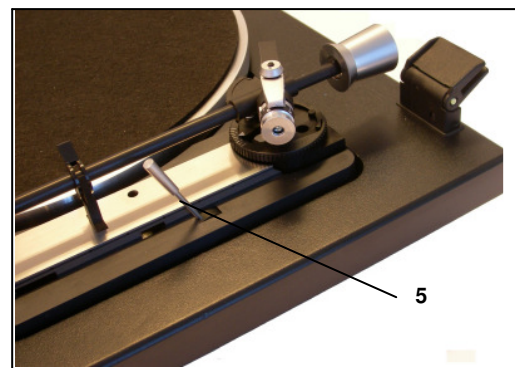

Fig.11
Mit dem Lifthebel (5) kann der Tonarm an jeder beliebigen Stelle, auch zur kurzzeitigen Spielunterbrechung, abgehoben werden. Der Plattenteller dreht sich weiter. (Fig. 11)
Bringen Sie nun den Lifthebel (5) in Stellung ∇ und führen Sie den Tonarm auf die Tonarmstütze zurück (Fig. 11)
Bring the lift-lever (5) into position **UP**. Unlock the tone arm from its rest and move it above the lead-in groove of the record. The motor and platter will now start turning. By lowering the lift-lever (5) the tone arm gently declines, thus being very kind to your precious records. With the help of the lift-lever the tone arm may be moved up and down again anywhere across the record while the platter keeps turning (Fig. 11)
When The pick-up cartridge has reached the lead-out groove the motor will be automatically switched off and the platter stops. Set lift-lever (5) to position **▼** and move tone arm back to its rest. (Fig. 11)
Le levier du lève-bras permet de relever le bras à n'importe quel point, même pour des arrêts de courte durée. Le plateau du tourne-disque continue de tourner (fig. 11)
Lorsque l'aiguille de lecture arrive dans le dernier sillon du disque, l'appareil s'arrête automatiquement. Placez alors le lève-bras (5) dans la position **▼** et ramenez le bras de lecture sur son support. (Fig. 11)